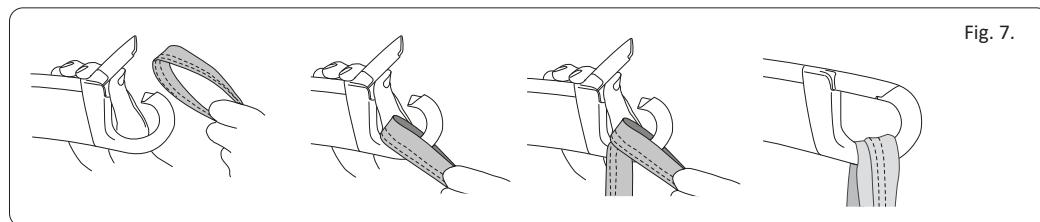

Fig. 7.
- Løft avkrokningsbeskyttelsen for å åpne krokene på løftebøylen, se fig. 7, (fest først det øvre lokkebåndet, og deretter benstøtteløkkene til hver krok på løftebøylen).